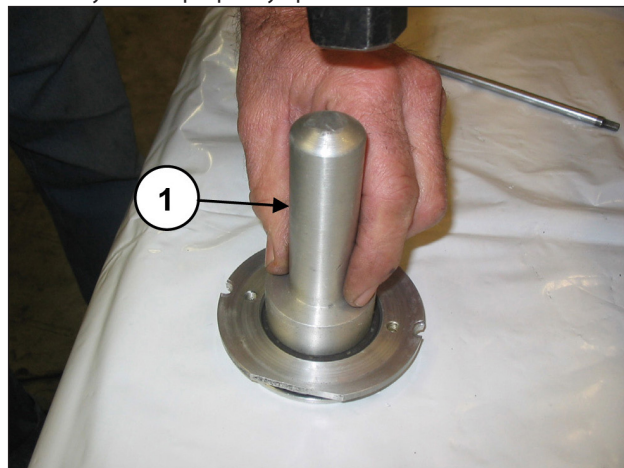

Рис. 139
Установите сальник в крышку сальника (поз. ①, Рис. 139), используя калибр-пробку арт. 27910900.